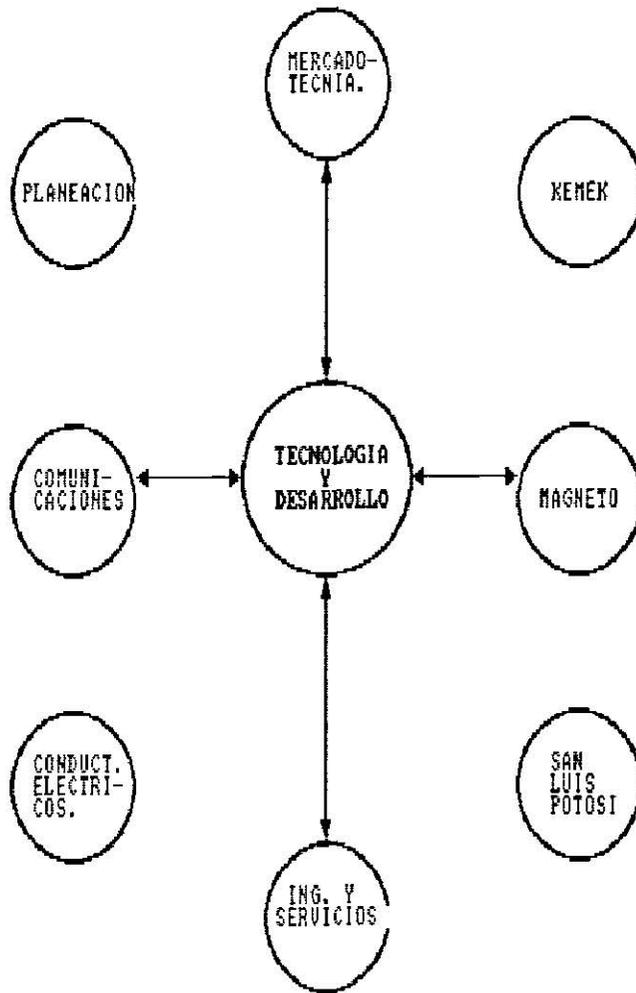

FIG. 3-1
- * Duplicidad de información técnica entre las diversas divisiones y/o gerencias que existen en Conductores Monterrey. Vease la fig. 3-1 donde se muestran dichas divisiones.